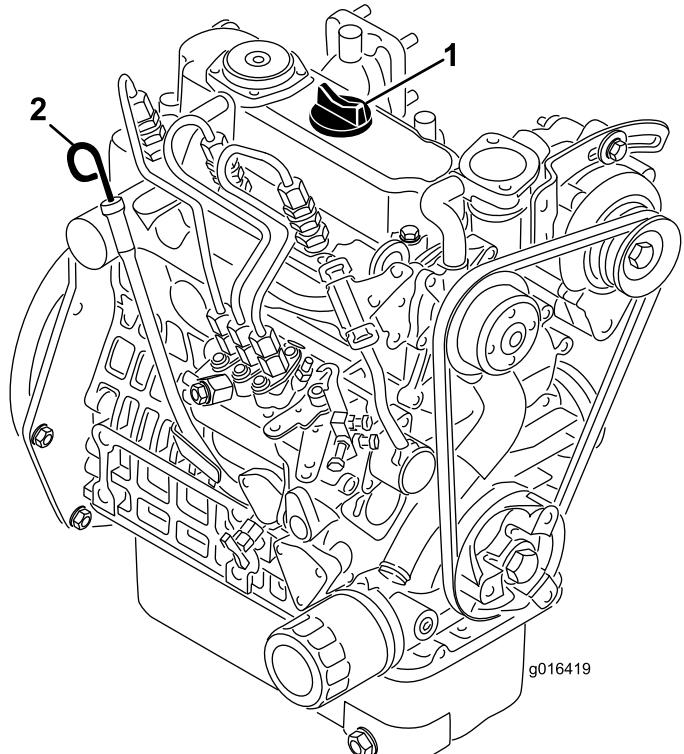

图22
2. 取出量油尺用干净的抹布擦拭图22。将量油尺推入量油尺管道中并确保它完全插入。从量油尺管道取出量油尺、查看油位。如果油位较低、请从气门室盖上拆下加油颈盖、然后缓慢添加足够机油、将油位水平提高到量油尺上的 Full 已满标记。在此过程中应缓慢添加机油并不时检查油位。切勿过量添加。